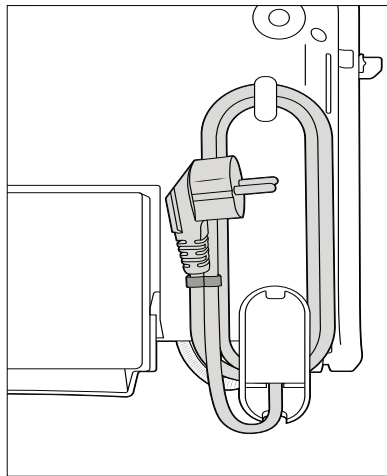

Fig. 2
- ◆ Un enroulement du cordon ③ se trouve sous l'appareil. Enroulez le cordon d'alimentation dans le sens horaire autour du crochet et du pied de l'appareil (fig. 2).